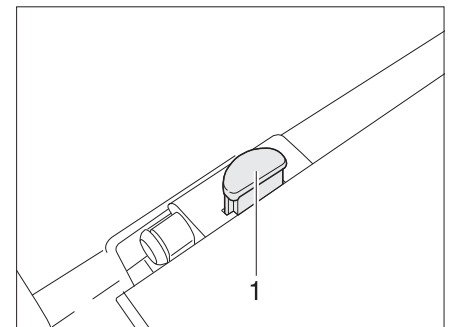

Bild 37 Verriegelung Tischplatte
- An der Verriegelung der Tischplatte den Entriegelungsknopf (Bild 37,1) drücken.